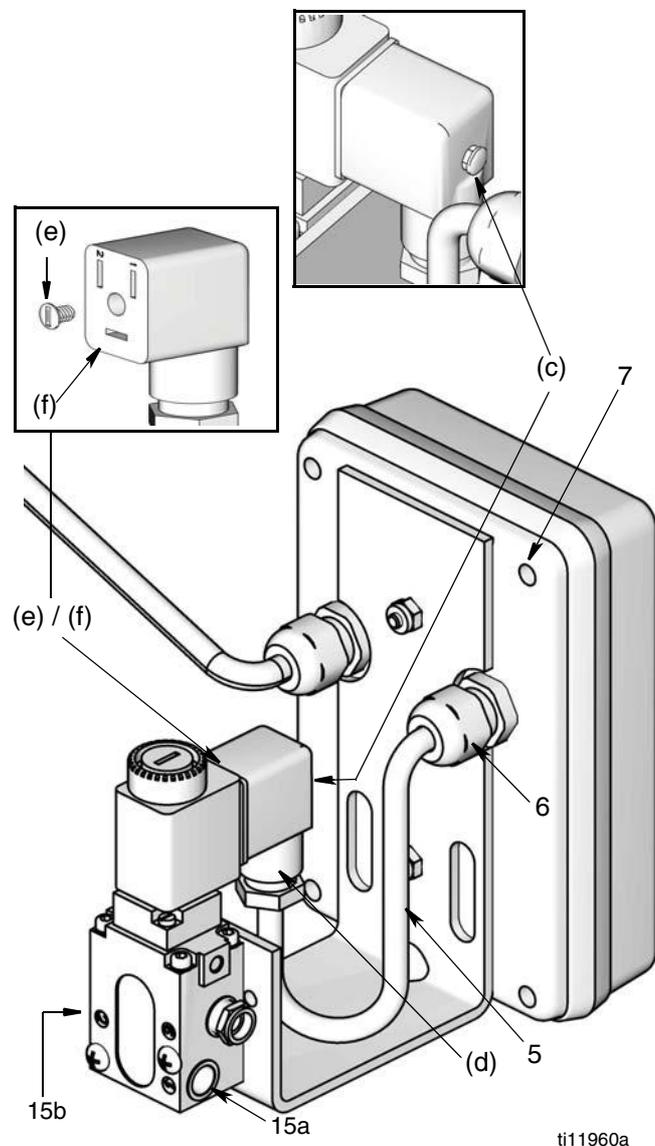

Рис. 1
1. Подсоедините отверстие для впуска воздуха линии подачи воздуха к порту (15a) на РАС (Рис. 1).
2. Подсоедините отверстие для впуска воздуха насоса к порту (15b) на РАС (Рис. 1).
Если нет других инструкций, коды продукции см. на Рис. 1 данных инструкций.